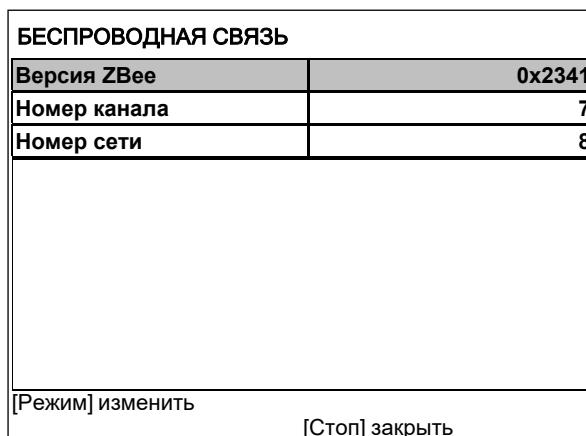

Рисунок 34 – Меню настройки
4.10.3.1 Для настройки параметров беспроводной связи в режиме ожидания нажать **[Режим]**, в открывшемся главном меню при помощи ручки управления и кнопки **[Пуск]** выбрать пункт **«Настройки»** ► **«Беспроводная связь»** – откроется меню настройки модуля беспроводной связи (рисунок 34, страница 31).